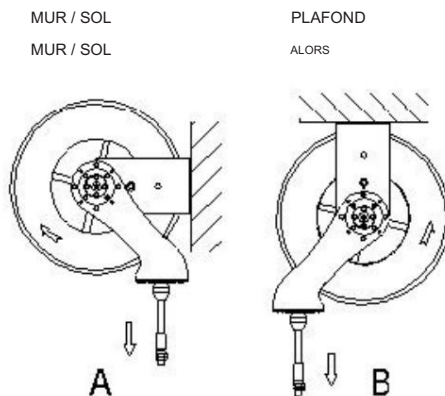

FIG 2.
IMPORTANT! L'enrouleur de tuyau doit être fixé au mur ou au plafond à une hauteur minimale du sol de 2,5 m. Monter le dévidoir complet avec tuyau sur un mur rigide et consistant à l'aide de 4 vis de 10 mm de diamètre. Pour un fonctionnement en douceur et une durée de vie plus longue, positionnez l'enrouleur et ses bras comme sur la figure 2. Pour déplacer les bras guide-tuyau, retirez les vis (18), placez les bras dans la position correcte et vissez les vis.
IMPORTANT! L'enrouleur de tuyau doit être monté sur un mur ou au plafond à au moins 2,5 m au-dessus du sol. Montez l'enrouleur de tuyau sur un mur solide et durable à l'aide de 4 vis $\varnothing 10$ mm. Pour une utilisation plus facile et une plus grande durabilité, assemblez le dévidoir et ses bras comme sur la figure 2. Pour changer la position des bras, desserrez les vis (18), placez les bras dans la position désirée et serrez les vis.